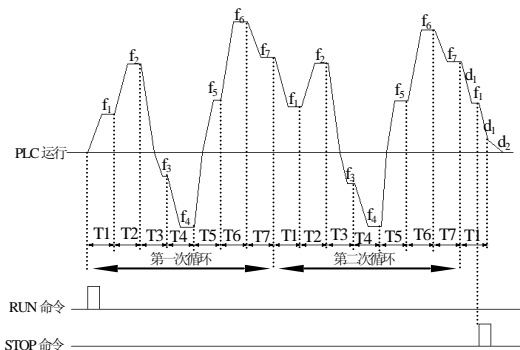

图 6-23 PLC 连续循环方式
**3: 连续循环** 如图 6-23，变频器完成一个循环后自动开始下一个循环，直到有停机命令。